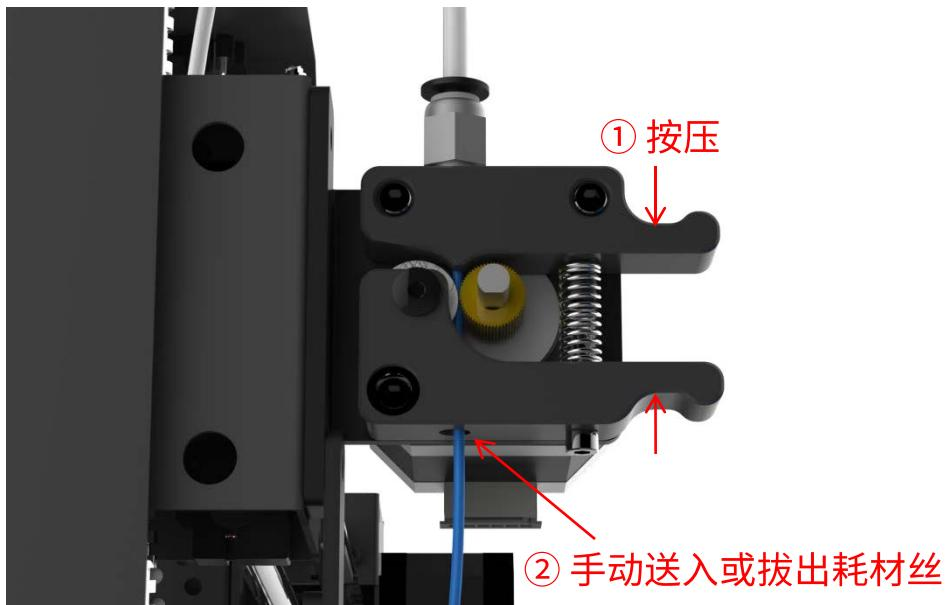

图 34
(1) 进耗材：点击显示屏中“工具”→“预热”→“预热PLA”（或“预热ABS”），当温度达到190°时（ABS为240°），按住挤出机手柄，将耗材往里推送，直到打印头有耗材挤出为止，如图34。